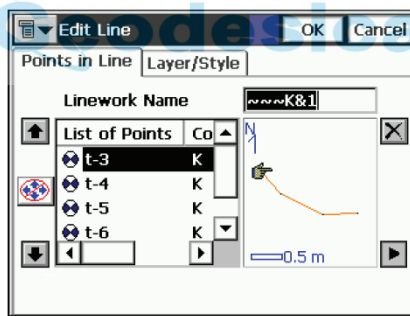

Figura 2-42. Modificación del contorno importado
- Para el tipo de datos *Lines*: DXF, SHP, y Texto (formato personalizado). Los contornos de TopSURV se componen de líneas y puntos, mientras que un contorno importado no contiene puntos y sólo incluye posiciones (los nombres comenzarán con el signo de interrogación) (Figura 2-42).